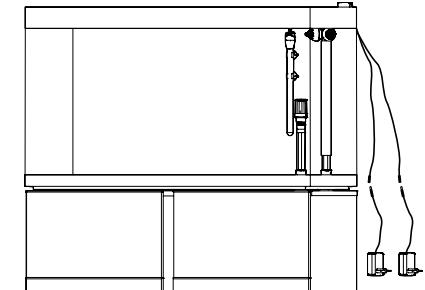

Abb. 9
- Verbinden Sie die LED-Balken mit den LED-Treibern (Abb. 9).